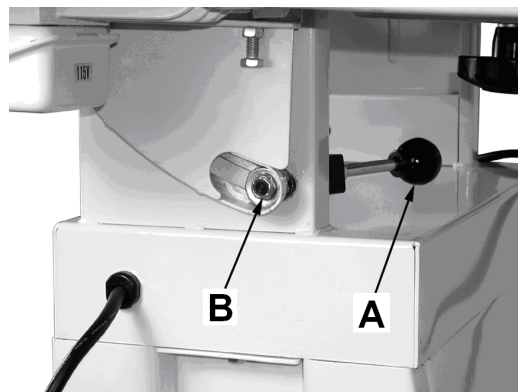

Fig 13
La fonction de la manette de blocage (A, Fig 13) est réglable. Pour cela régler l'écrou autobloquant (B).